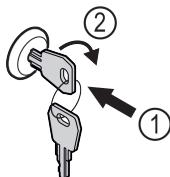

Fig. 207
- 按入钥匙。Fig. 207 (1)
- 将钥匙顺时针转动 90°。Fig. 207 (2)